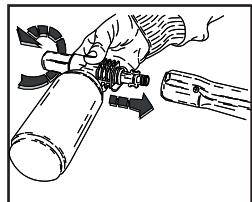

FIG. 11
- Når rengjøringsmaskinen ikke er i bruk må sikkerhetsnordningen på håndtaket lukkes (fig 11).
2) Fjern forlengelsesleddet fra håndtaket og før inn vaskemiddel-fordeleren (fig.11), start varmvannsspyleren og strøyt ut over overflaten nedenfra og oppover.